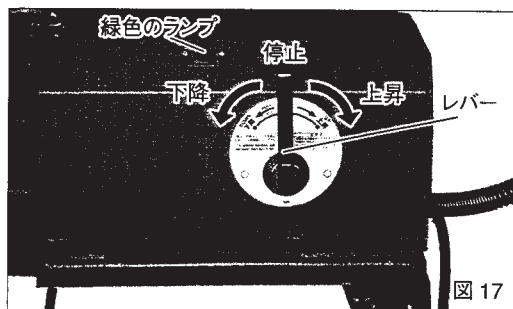

図 17
- ・ポンプにあるレバーを軽く手前に引きながら左に倒すと、ポンプが作動して上ローラが下降します。パイプに軽く上ローラが当たったらすぐにレバーを中央(停止)の位置に戻します。(図17参照)(ローラがパイプに当たるとポンプからキュッキュという音が出ます。)